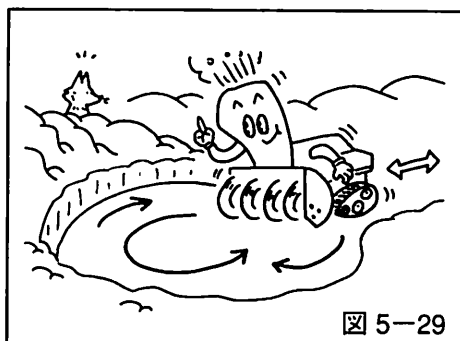

図 5-29
- 旋回時には雪の抵抗が大きく、難しい場合があります。前進・後進を繰り返しながら旋回する場所を作り、旋回させます。(図5-29参照)